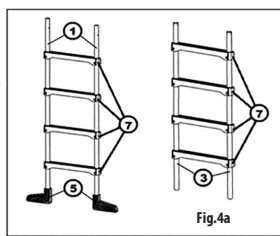
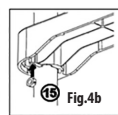
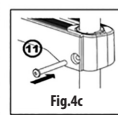

Fig. 4a
Fig. 4b
Fig. 4c
Tryck fast samtliga plaststeg (7) mot båda stegen, se till att alla steg är vända åt rätt håll. När det gäller avtagbart ben i spår längst på (3) rikta benets ändskydd uppåt. Flytta steg så att skruvhålen passar in med hålen på ben (Fig. 4a). Sätt muttern (15) i spår underifrån på stegen (Fig. 4b) och skruv ihop steg med skruvar (11) (Fig. 4c).